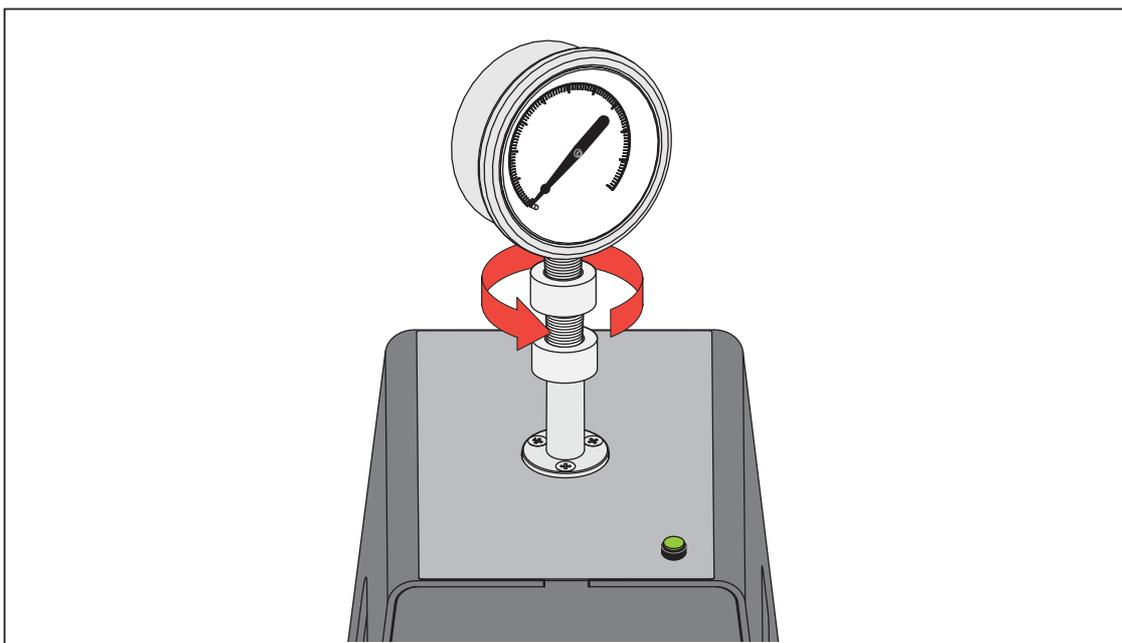

Рис. 19. Подключение узла к измерительному порту
2. Навинтите узел вниз на измерительный порт ПРОТИВ ЧАСОВОЙ СТРЕЛКИ, см. Рис. 19.